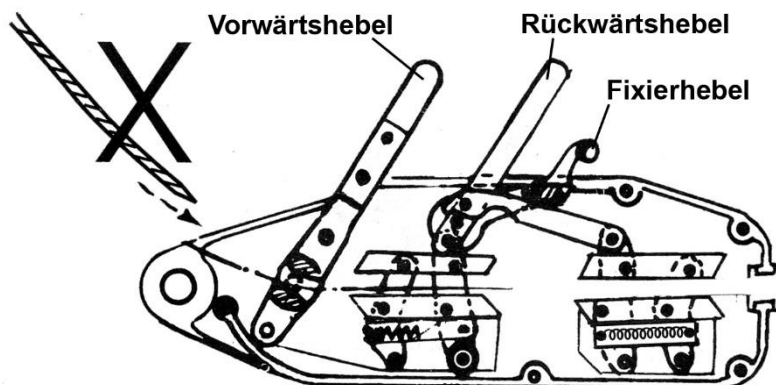

Abb.2
- Führen Sie niemals das Seil von der Ankerseite her ein, da es ansonsten nicht richtig festgeklemmt ist (Abb.2).